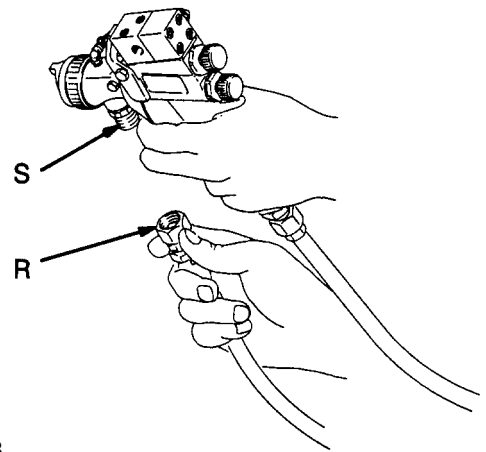

Fig. 3
- A. Conectar la manguera de fluido (R) con la entrada de producto adhesivo de la pistola (S), que tiene una rosca compuesto de 3/8-16 npsm [R 3/8-19]. Ver Fig. 3.